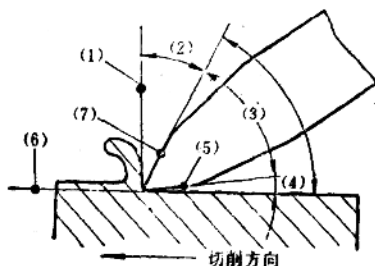

图 1
1. 按图1, 填写出镊子切削时 (1) ~ (7) 的名称和符号: